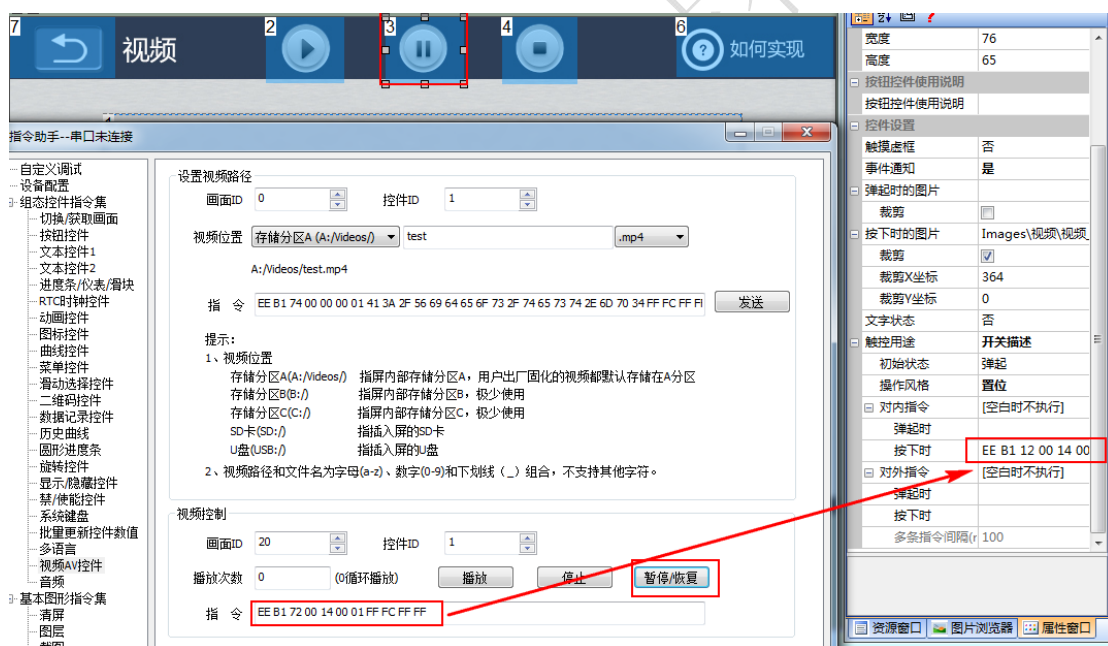

图 6-4 暂停/恢复指令
4. 将暂停/恢复指令添加到第二个按钮中，如图 6-4 所示：